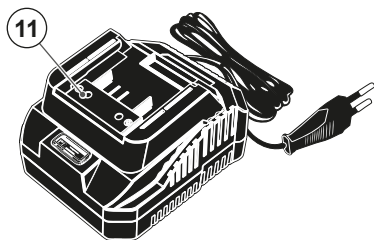

Рис. 1
3. Установите аккумуляторную батарею в зарядное устройство (рис. 1, поз. 11).